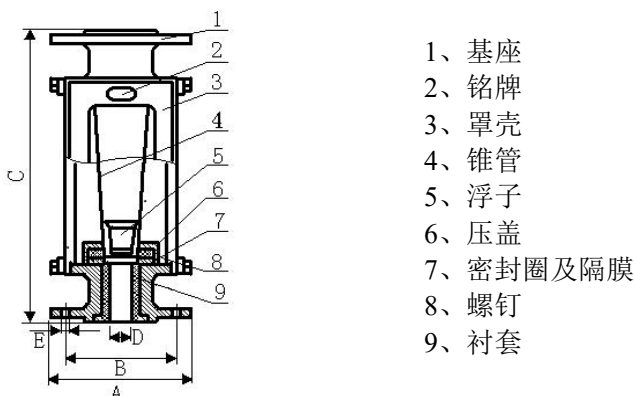

图 2 DN15、DN25、DN40、DN50、DN80、DN100 结构示意图
2、DN15、DN25、DN40、DN50、DN80、DN100 等六种通径与管路连接型式为法兰连接，因测量流量大在浮子中间设计有导杆以防止浮子撞坏锥管。其结构和连接尺寸见图 2，表 2。防腐型流量计，是根据测量介质要求，采用相应的耐腐蚀材料，以满足用户的工艺要求。